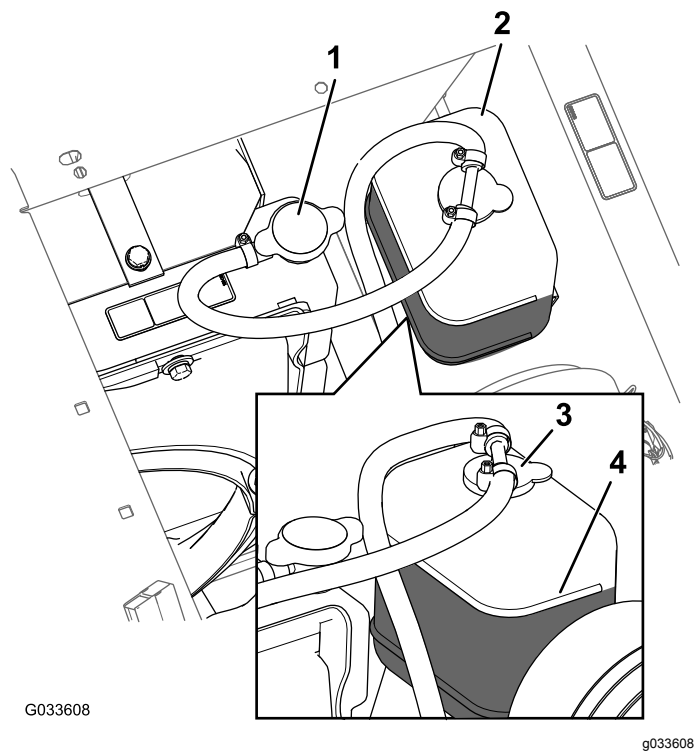

Figura 85
3. Rimuovete attentamente il tappo del radiatore e il tappo del vaso di espansione (Figura 85).
Nota: Il radiatore deve essere riempito fino alla parte superiore del collo del bocchettone e il vaso di espansione fino al segno di PIENO sul vaso (Figura 85).
- Se il livello del radiatore è basso, rimuovete il tappo del vaso di espansione e il tappo del radiatore e riempite il vaso di espansione fino al segno di PIENO e il radiatore fino alla parte superiore del collo del bocchettone (Figura 85).
- Montate il tappo del radiatore e il tappo del vaso di espansione (Figura 85).
- Quando il motore è freddo, toglie il tappo del radiatore (Figura 85).